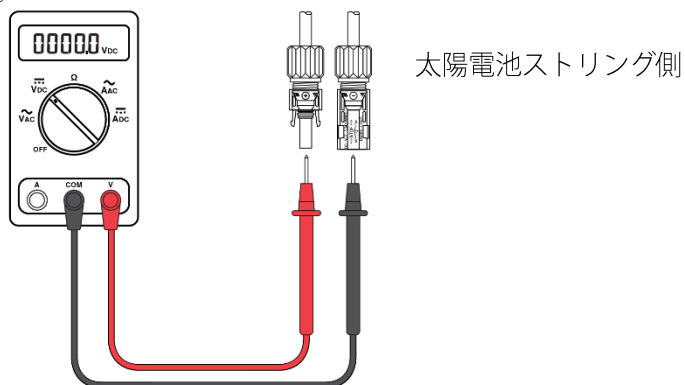

図 12: 入力に接続する太陽電池ストリングの極性を確認
7. 安全手順とプロトコルに従って電圧を測定し、入力 A に接続される太陽電池ストリングの極性を確認してください。図 12 参照。